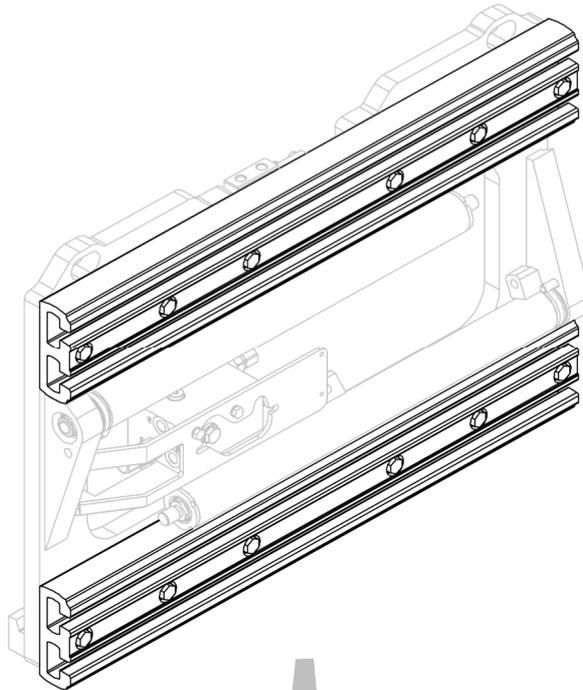
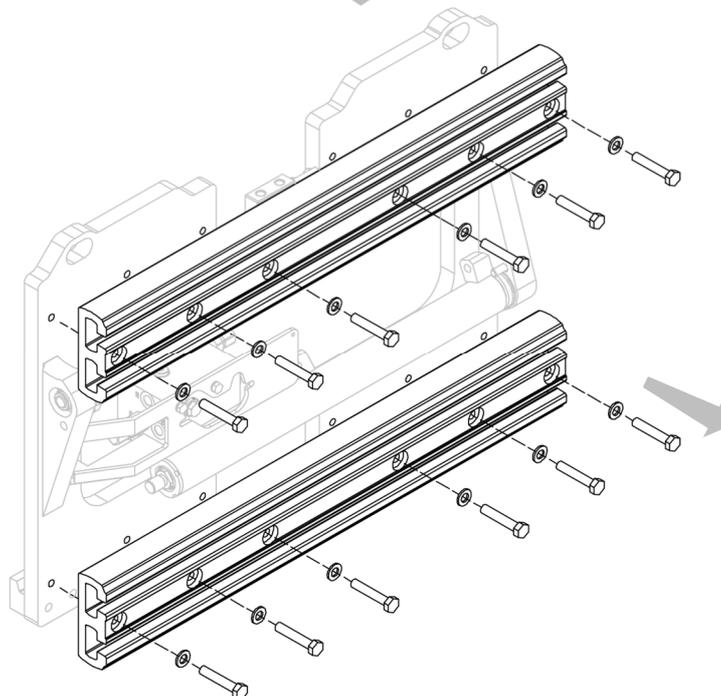

Figure 29
Figure 30
2. Retirer, un par un, les profilés en aluminium après avoir dévissé les vis appropriées (voir *Figure 29* et *Figure 30*).